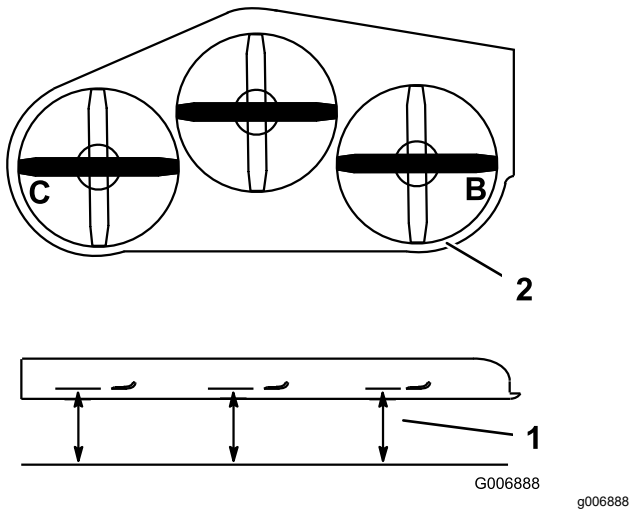

Figure 79
4. Aux points **B** et **C**, mesurez l'écart entre une surface plane et le tranchant de la pointe des lames (Figure 79).